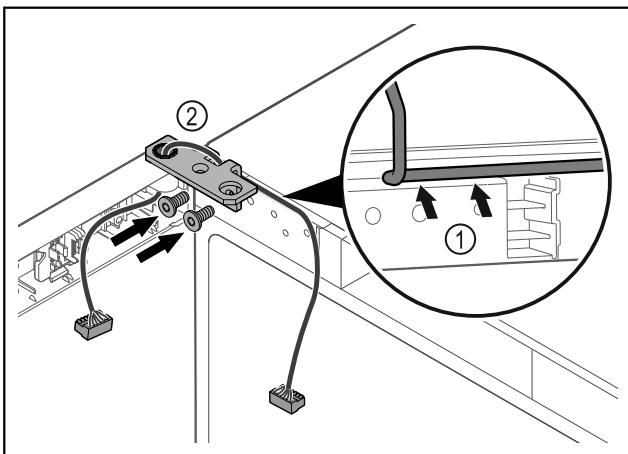

Fig. 43
- Vadiet kabeli caur lokāmā kronsteina padziļinājumu un uzmanīgi izvietojiet Fig. 43 (1).
- Pieskrūvējiet lokāmos kronsteinus Fig. 43 (2).